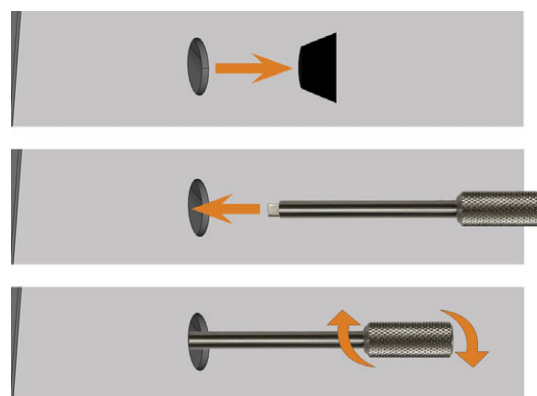

FIG. 48 USO DE LA LLAVE PARA EL DESBLOQUEO DE EMERGENCIA
2. Desactive el bloqueo de seguridad de la puerta de la cámara de trabajo, como se muestra en la figura (Fig. 48 abajo):